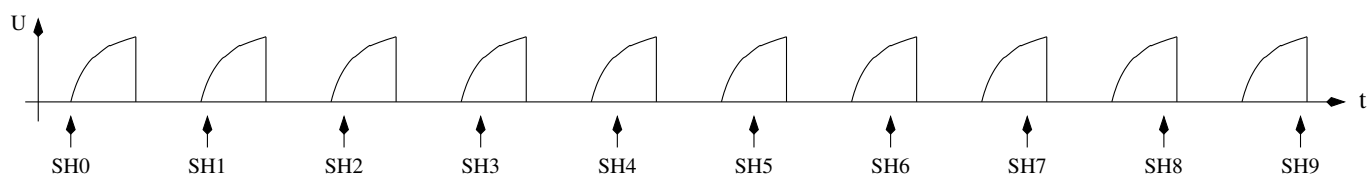

Рис. 5.30. Сканирование сигналов напряжения с помощью метода выборки
Радиолобитель Pieter-Tjerk (PA3FWM) интегрировал возможность измерений очень малых значений ёмкости ($< 100 \text{ pF}$) методом выборки. Период преобразования АЦП на самом деле слишком длительный для непосредственного отбора быстро изменяющегося сигнала. Но напряжение входного сигнала удерживается заданное время цикла преобразования, во время (SH) выборки и удержания. АЦП требуется 13 тактов для полного преобразования, а такты АЦП задаются путем деления частоты процессора на 128 или 64. Входное напряжение АЦП фиксируется точно 1,5 такта для непрерывных циклов измерений. Если входной сигнал может быть сгенерирован снова и снова, мы можем сдвинуть время выборки АЦП от предыдущего к следующему повторению сигнала, чтобы получить последовательность выборок быстро изменяющегося сигнала. Обычный цикл АЦП занимает $13 \times 64 = 832$ тактов с тактовой частотой 8 MHz . Если мы повторяем входной сигнал с тактовым импульсом 831, то при непрерывном АЦП (режим свободного запуска), каждый последующий раз напряжение сигнала будет считываться на один такт позже чем предыдущий. Мы должны убедиться, что с помощью этого метода первая выборка сигнала АЦП будет выполняться в указанное время. Время следующих измерений АЦП будет сдвинуто на один тактовый импульс процессора позднее при каждом последующем повторении сигнала. Если сигнал можно точно повторить, то объединенный сигнал многих периодов будет таким же, как дискретизация и преобразование непосредственно с помощью АЦП, работающего с тактовым сигналом процессора 8 MHz . Рисунок 5.30 показывает